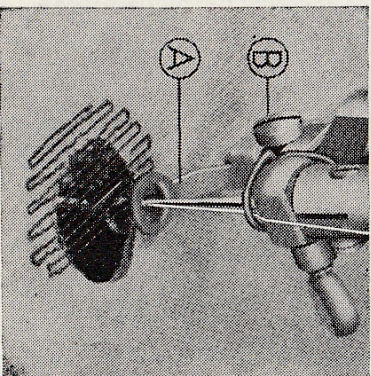

Fig. 14
Het stopvoetje (A, fig. 14) opzetten en verder handelen als volgt:
- De machine op gang brengen en de stof heen en weer bewegen om een reeks evenwijdige naden (fig. 14) te naaien die het te stoppen gat met de gewenste dichtheid bedekken.